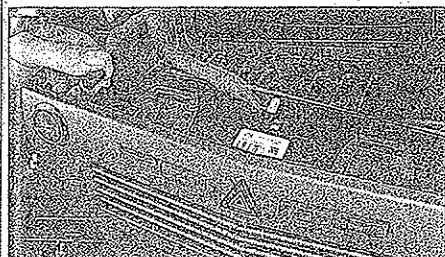

FIG. 26
- Desengrapar el frontal y desconectar los mandos incorporados (fig. 26).